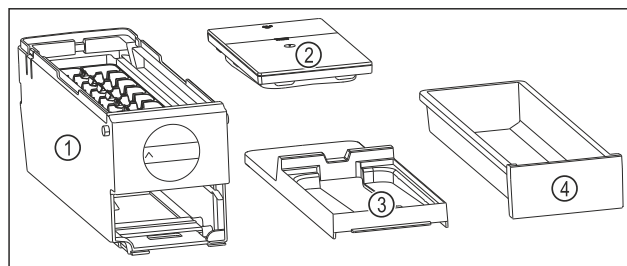

Fig. 89 Composants de l'EasyTwist-Ice
- ▷ L'EasyTwist-Ice est démonté en quatre parties. (voir Fig. 89)
- Ne démontez l'EasyTwist-Ice que de la manière illustrée. (voir Fig. 89)
- Nettoyez le corps de l'EasyTwist-Ice Fig. 89 (1) dans son ensemble.